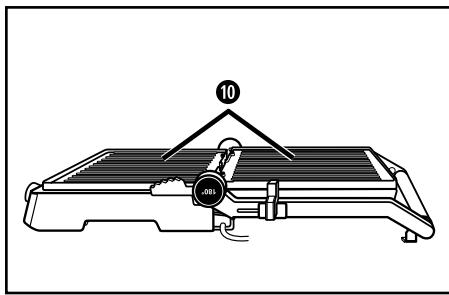

Abb. 2
- 3) Die Grillplatten **⑩** liegen nun nebeneinander und können als Tischgrill genutzt werden (Abb. 2).